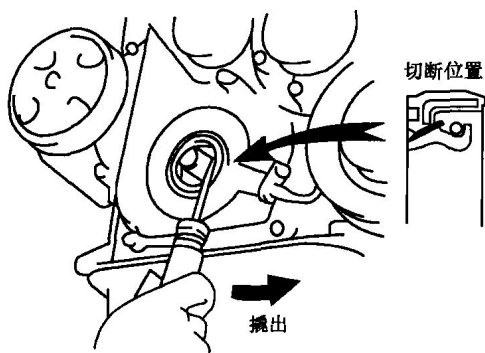

图 1-13 拆出曲轴前油封
- ① 使用专用工具, 拆下传动带轮螺栓。
- ② 使用专用工具, 拆下减振传动带轮。
① 使用刀片将油封唇部切断。
② 使用尖端缠绕胶带的一字旋具, 将油封撬出, 如图 1-13 所示。